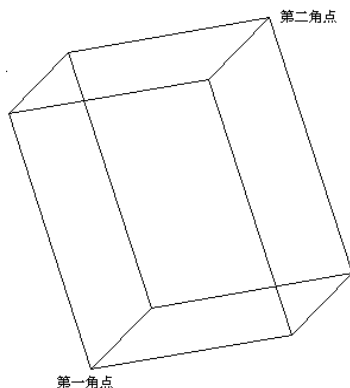

图 10-1 利用角点命令创建的长方体
1) 角点: 用于指定长方体的其他角点。输入另一角点的数值, 即可确定该长方体。如果输入的是正值, 则沿着当前 UCS 的 X、Y 和 Z 轴的正向绘制长度。如果输入的是负值, 则沿着 X、Y 和 Z 轴的负向绘制长度。如图 10-1 所示为利用角点命令创建的长方体。